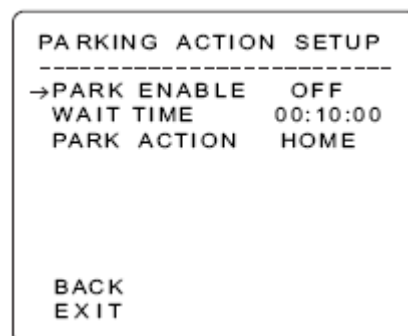

Рис. 6.5.2-1
- Parking action setup: перевод камеры в заранее заданную позицию или активация действия по истечению определенного времени (от 1 мин до 4 часов). См. рис. 6.5.2-1. Для активации данной функции необходимо в подменю Park enable выставить значение ON, далее задать временной промежуток в подменю Wait time и действие в подменю Park action.
- Alarm input setup: настройка действия при активации тревожного входа (См. рис. 6.5.2-2).